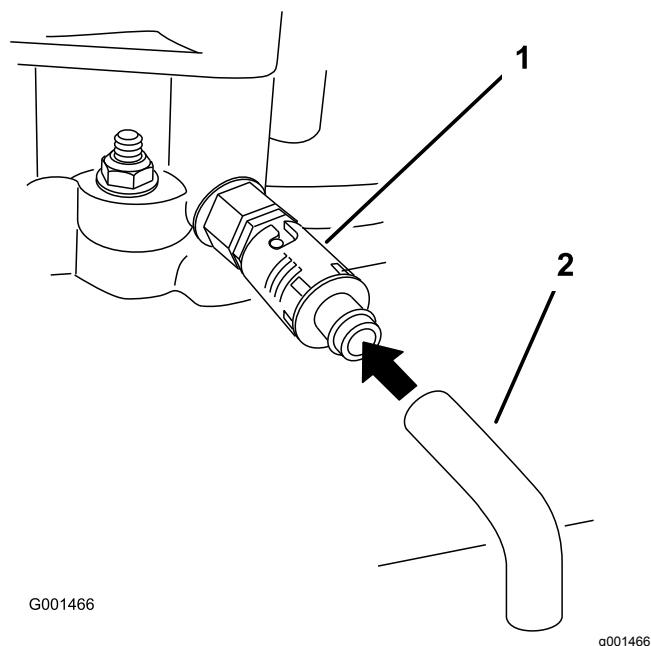

Рисунок 27
5. Поместите поддон под сливной шланг. Поверните клапан слива масла, чтобы дать маслу стечь (Рисунок 27).
7. Снимите сливной шланг (Рисунок 27).